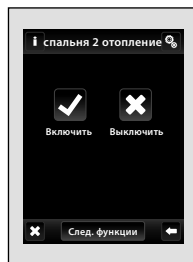
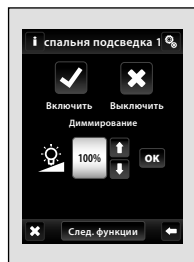
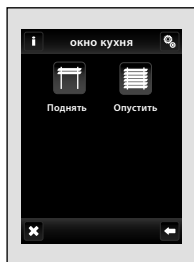

рис. 88
рис. 89
рис. 90
- **Настройки** - служит для изменения настроек функций (Коммутация - рис. 88, Диммирование- рис. 89*, Жалюзи- рис. 90).